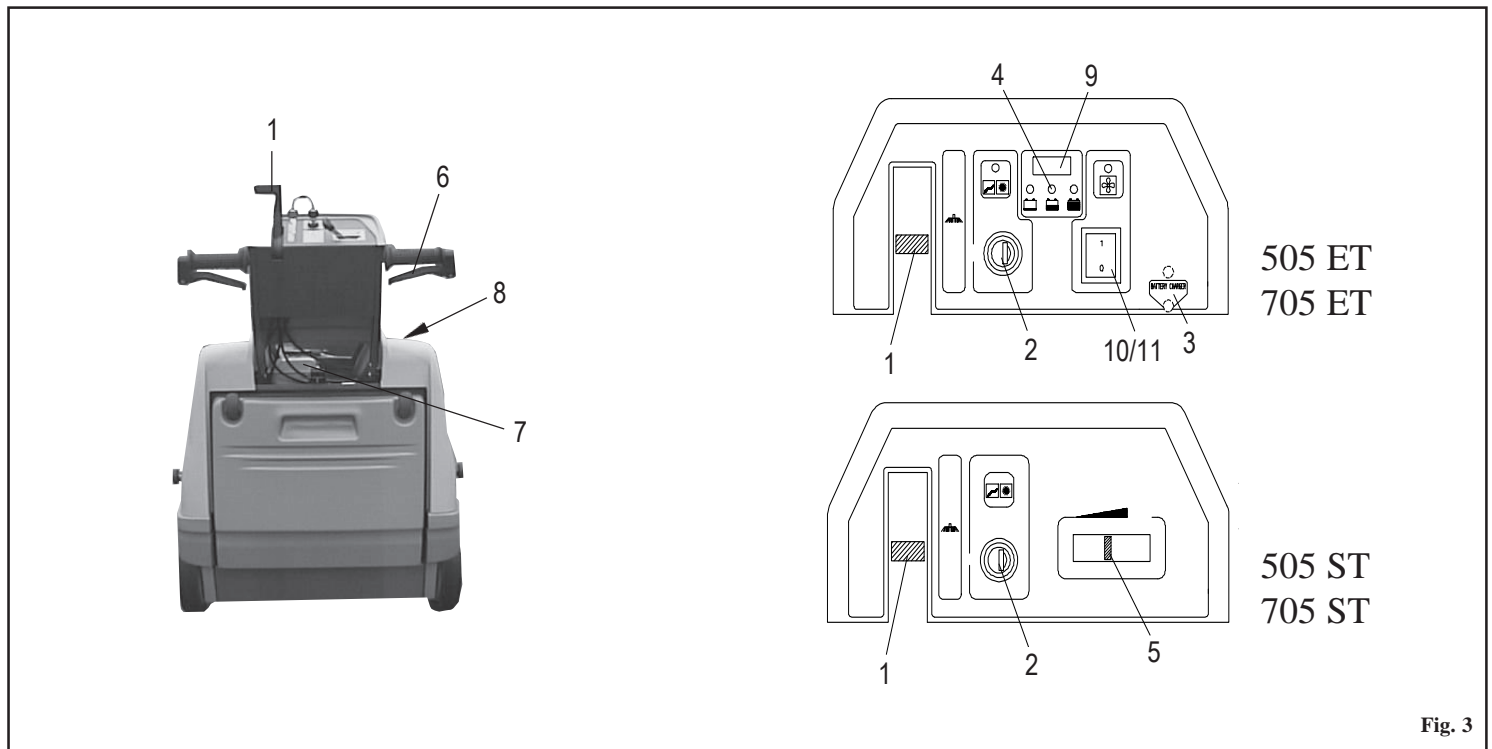

Fig. 3
- Poner la palanca alzacepillo **pos. 1 Fig. 3** en posición **OFF**.
de la llave de parada **pos. 2 Fig. 3**, en el tablero. Para ulteriores informaciones más detalladas sobre el motor, se ruega consultar el manual del motor.
- comprobar que el cepillo lateral **pos. 1 Fig. 3** esté en posición **OFF**.
- Poner en posición **ON** el interruptor de llave **pos. 2 Fig. 3**. Tras haber girado la llave esperar aprox. 10" antes de que la máquina se ponga en marcha. Controlar mediante el señalador **pos. 4 Fig. 3** que la batería esté completamente cargada antes de iniciar a trabajar; en caso contrario, poner la batería bajo carga.
- Tirar la palanca de tracción **pos. 6 Fig. 3** y proceder a la limpieza. Si es necesario, accionar la palanca **pos. 1 Fig. 3** llevándola en posición **ON** para introducir el cepillo lateral. Al final del trabajo, llevar (si ha sido utilizado) el cepillo lateral en posición **OFF**, apagar la máquina y quitar las llaves del tablero de mandos.
- Verificar que el cepillo lateral **pos. 1 Fig. 3** esté en posición **OFF**.
- Colocar la palanca del acelerador **pos. 5 Fig. 3** en posición **START**.
- Llevar la llave **pos. 2 Fig. 3** a la posición **ON**.
- Actuar sobre el acelerador **pos. 5 Fig. 3** dosando el régimen deseado.
- Al final del trabajo, si ha sido utilizado, colocar el cepillo lateral **pos. 1 Fig. 3**, en posición **OFF**. Colocar la palanca del acelerador en posición **START** y apagar la máquina con el interruptor de llave **pos. 2 Fig. 3** llevándolo a la posición **OFF**. Cerrar el grifo de la gasolina **pos. 3 Fig. 4**.
- Conectar la toma a un cargabaterías **pos. 3 Fig. 3 (12V 10A)**.
La duración de la batería dependerá de la mantenimiento periódica y del nivel de descarga alcanzado. No descargar la batería más allá del límite señalado del indicador **pos. 4 Fig. 3**. Alcanzado el límite max. de descarga, la máquina se detiene y debe ser recargada para poder retomar el trabajo.